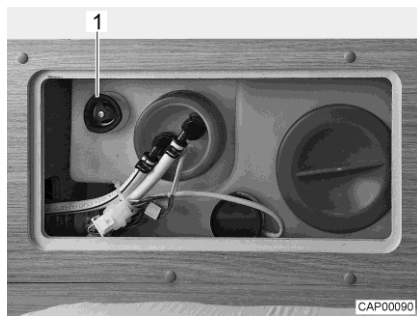

Bild 98 Vattentank med ratt
- Vrid ratten (Bild 98,1) på vattentanken medurs till stoppläget.
- Vrid ratten (Bild 98,1) på vattentanken moturs till motståndet. Vattnet rinner ut tills ca 20 liter är kvar.